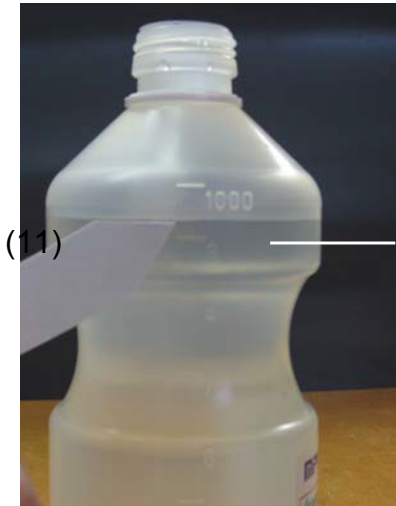

Figura 6
3. Se adaugă soluția sterilă (11) cca. 50 ml în capul cu ultrasunete (2). Înălțimea de umplere al capului până la semnul albastru, (mai bine cu 1–2 mm mai sus decât mai jos) (figura 6–7).